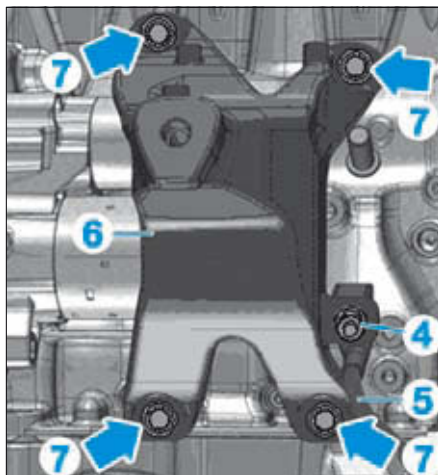

FIG. 8
- Dévisser l'écrou (4) et dégager le câble de masse (5) du support moteur (6) (Fig.8).
- les vis (7) du support moteur droit,